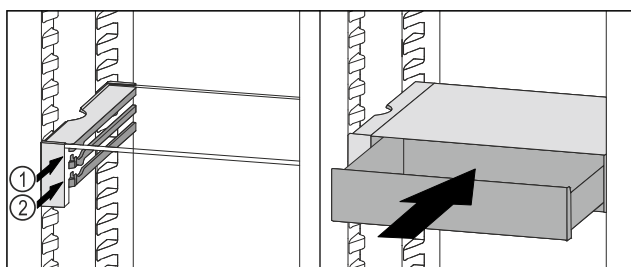

Fig. 107
- Plasser VarioSafe-skuffen bak stopperne på ønsket rille Fig. 107 (1) eller Fig. 107 (2).